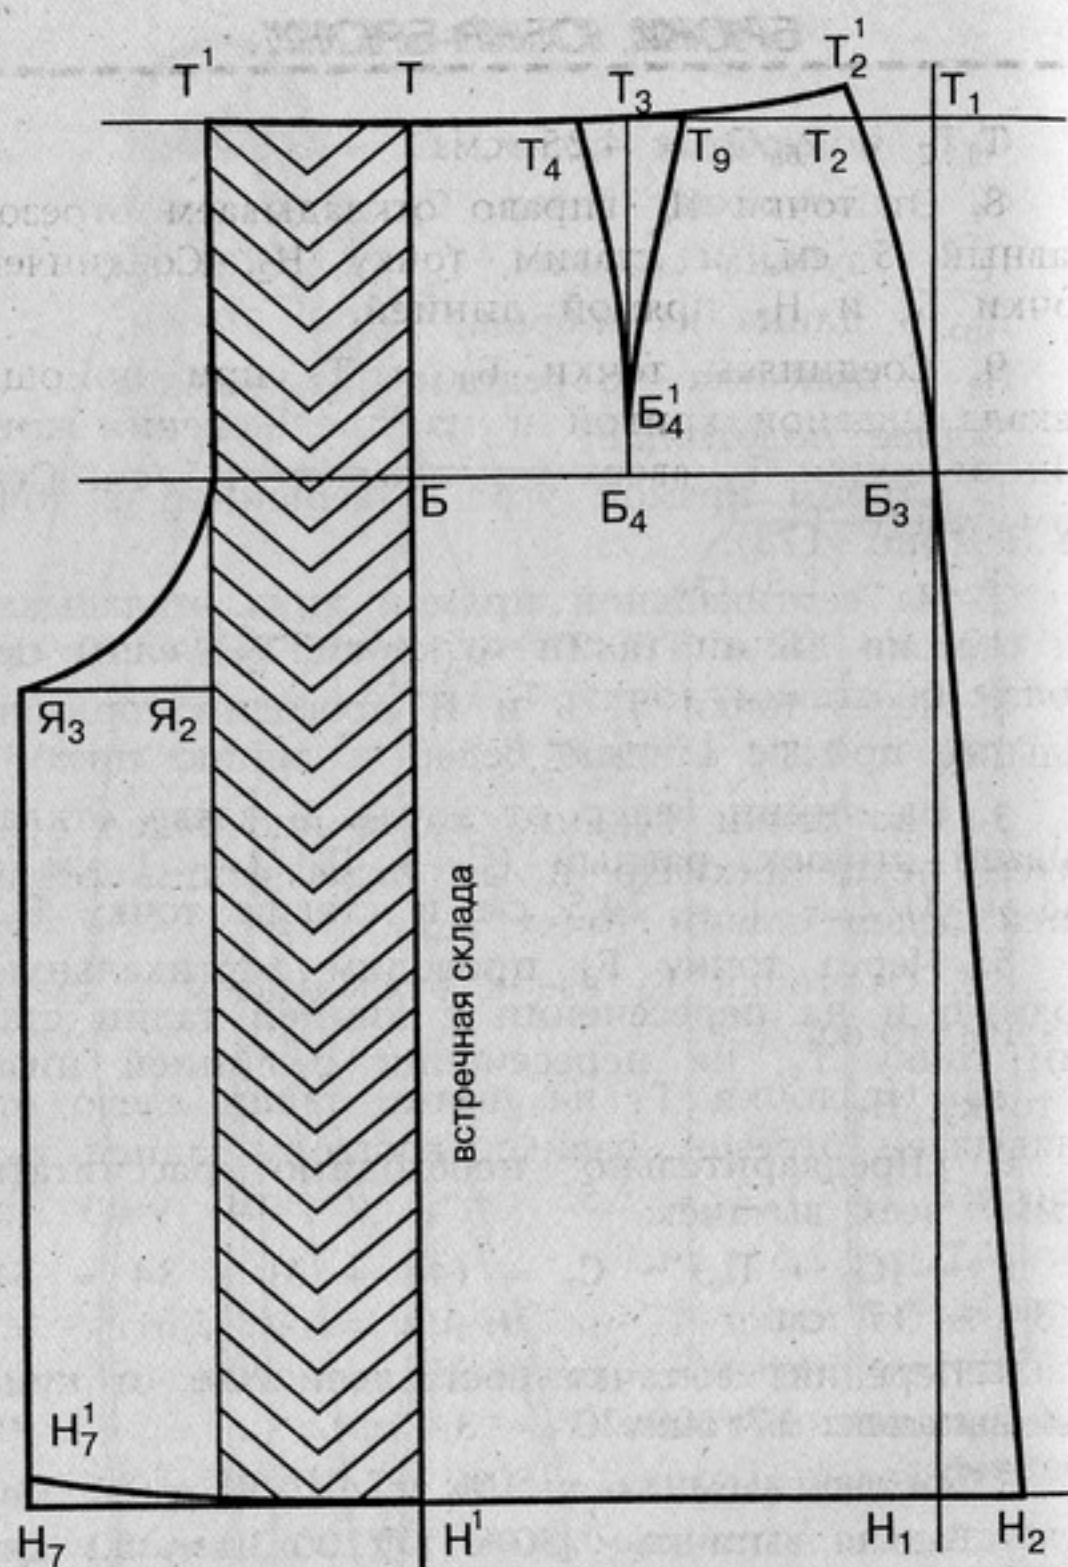

рис. 178. Чертеж выкройки
1. Строим прямой угол с вершиной в точке Т (рис. 178).
22. Соединяем точку $Я_3$ с линией бедер плавной кривой (см. рис. 178).